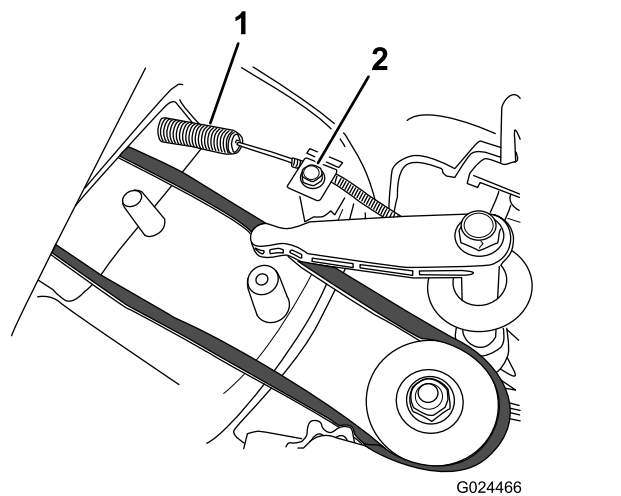

Рисунок 32
2. Установите новый трос тормоза ножа, но не затягивайте зажим троса в верхней части корпуса газонокосилки (Рисунок 32).